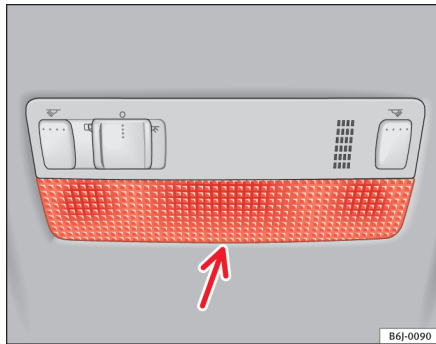

Fig. 160 Lampe de lecture avant
- Introduisez la partie plate d'un tournevis fin entre la carcasse et le verre ⇒ fig. 160.